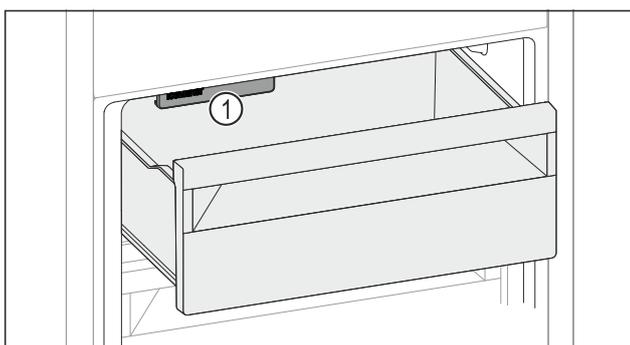

Fig. 63
- ▶ Tenere in considerazione l'IceMaker Fig. 63 (1).